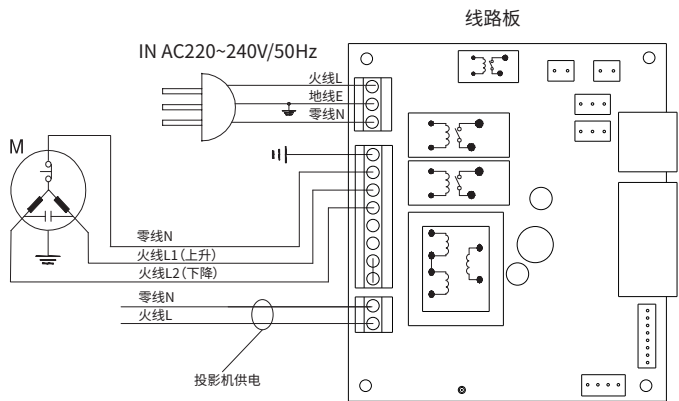

图 8
5.如图7所示，连接好电源线、信号线。(附电路接线图，如图8)